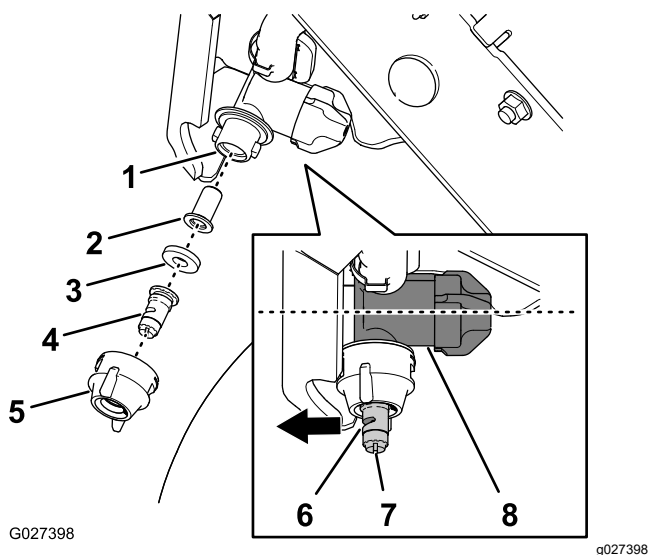

Figure 55
**Remarque:** Utilisez la fente pour faire tourner l'atomiseur (Figure 55) de la pastille vers l'avant (aligné sur le boîtier du régulateur de débit du corps de la buse).
7. Tournez le chapeau de la buse de 90° dans le sens horaire (Figure 55).
1. Tournez le chapeau de buse de 90° dans le sens antihoraire et enlevez-le du corps de la buse (Figure 55).
2. Déposez la pastille, le joint et la crépine du corps de la buse (Figure 55).
4. Montez le filtre sur le corps de la buse (Figure 55).
5. Placez la pastille et le joint dans le chapeau de la buse (Figure 55).
6. Reposez l'embout, le joint et le capuchon sur le corps de la buse (Figure 55).